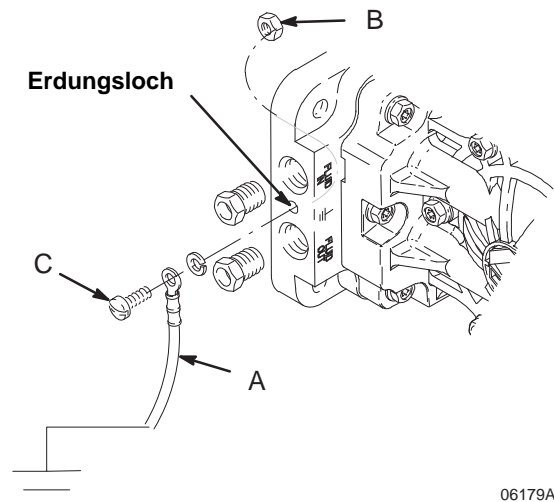

ABB. 1
Die Polypropylen- und PVDF-Pumpen sind **nicht** leitend. Beim Pumpen von leitenden, brennbaren Materialien muss **immer** das gesamte Materialsystem geerdet sein. Dazu muss das Materialsystem elektrisch mit einem guten Erdungspunkt verbunden werden. Siehe ABB. 1.
Pumpe: Einen Erdungsleiter (A) mit Klemme, Artikel-Nr. 222011, anschließen. Siehe ABB. 1. Die Erdungspunkte der Pumpe befinden sich am Verteiler zwischen der Einlass- und Auslassöffnung. Die mit der Pumpe mitgelieferte Mutter (B) und Schraube (C) wie folgt anbringen: